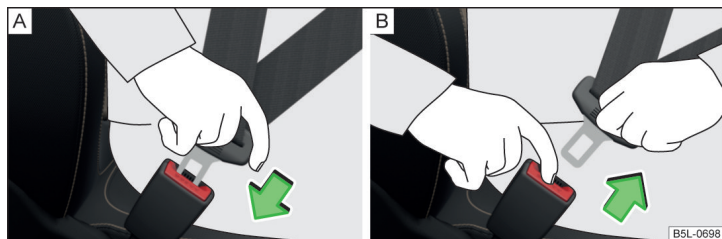

Fig. 6 Fixarea sau desfacerea centurii de siguranță
- Introduceți clema de fixare în catarama aferentă a centurii de siguranță » fig. 6 - A până când se fixează cu un declic.
- Apăsați tasta de culoare roșie de pe catarama centurii » fig. 6 - B, lamela de fixare sare afară.